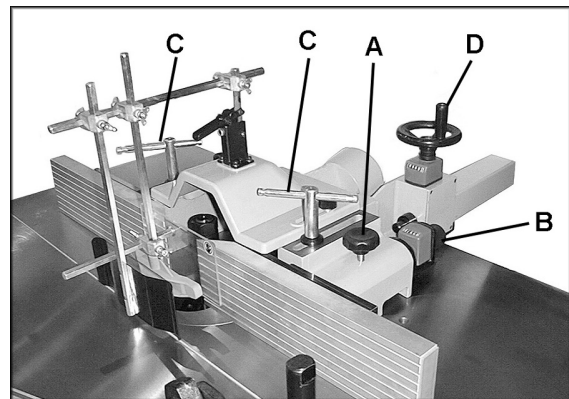

Рисунок 23
2. Правая планка упора (с подающей стороны) может двигаться независимо внутрь или наружу, в зависимости от типа производимых работ. Чтобы переместить правую планку упора внутрь или наружу, ослабьте две ручки (А, рис. 23) и поверните регулировочную ручку (В, рис. 23). Точная регулировка возможна благодаря цифровому индикатору ниже ручки. После завершения настройки затяните фиксирующую ручку (А, рис. 23).
3. Узел упора целиком можно быстро спозиционировать на столе, если слегка ослабить оба фиксатора (С, рис. 23) и переместить узел упора на требуемую позицию, вращая маховик (D, рис. 23). Используйте цифровой индикатор для более точной регулировки. Затяните фиксаторы (С, рис. 23) после завершения регулировки.